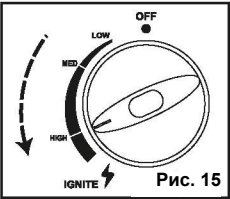

Рис. 15
- Поверните выключатель в положение HIGH (сильный) для удаления остатков газа из регулятора давления (смотрите рис.15).